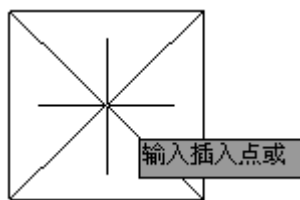

图 11-22 基点为矩形中心
- “基点为矩形中心”按钮: 单击该按钮, 则插入基点位于矩形的中心, 如图 11-22 所示。